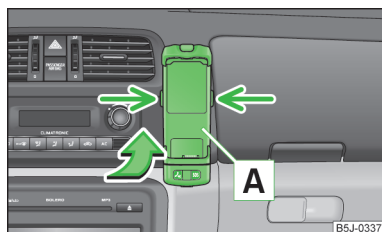

Fig. 82
- > Introduzca primero el adaptador [A] en el sentido de la flecha » fig. 82 en el soporte hasta el tope. Presione ligeramente el adaptador hacia abajo hasta que se enclave de modo seguro.
- > Presione los enclavamientos laterales del soporte simultáneamente » fig. 82 y extraiga el adaptador con el teléfono.